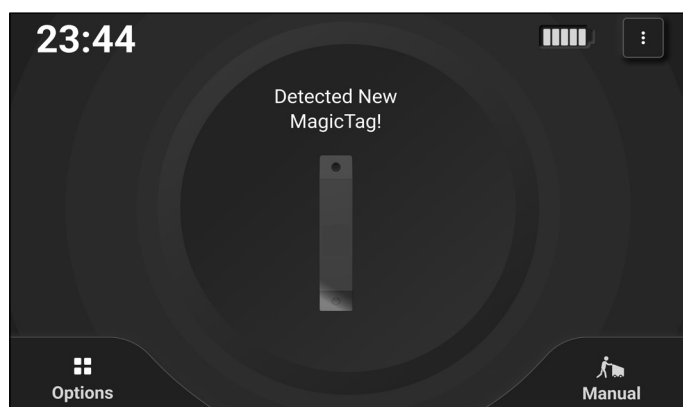
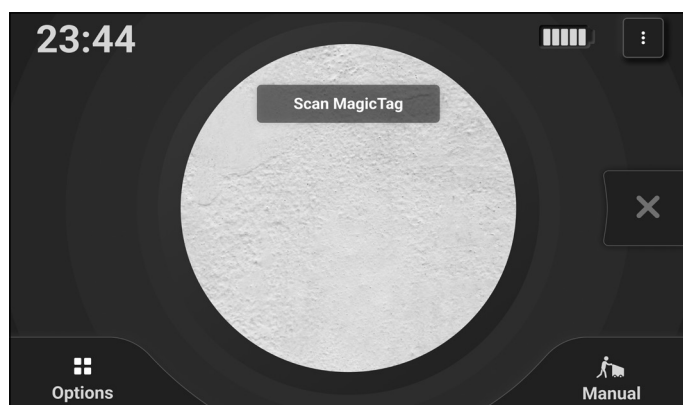

Abbildung 40
Abbildung 41
2. Nachdem das Gerät den MagicTag erkannt hat (Abb. 40), stellen Sie sicher, dass sich der MagicTag innerhalb des Kamerarahmens auf dem Touchscreen befindet, damit er gescannt werden kann (Abb. 41).